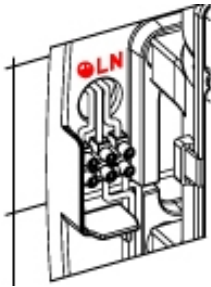

Abbildung 7
- Nehmen Sie dann den Anschluss der Stromkabel an die Leiste des Handtrockners vor. Schließen Sie die entsprechenden Kabel an die zwei Phasen (N und L) und an die Erdungsleitung der Leiste an, und zwar gemäß den eingedruckten Buchstaben in ihre jeweiligen Steckplätze (Abb. 7)